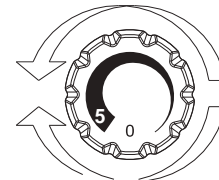

Abb. 2
- Die Temperatureinstellung beider Fächer erfolgt durch Drehen des Stellings (Abb. 2). Die gewünschte Position einstellen: